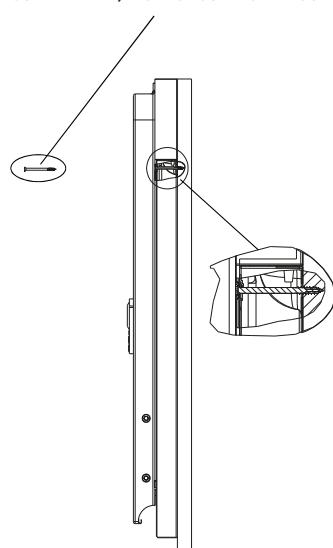

Fig. 4b
2. Instale el colgador en el panel embellecedor de madera e introduzca los ganchos en las ranuras de la puerta exterior del lavavajillas (Fig. 4a). Una vez colocado el panel, fíjelo a la puerta exterior con los tornillos y las tuercas suministrados (Fig. 4b).